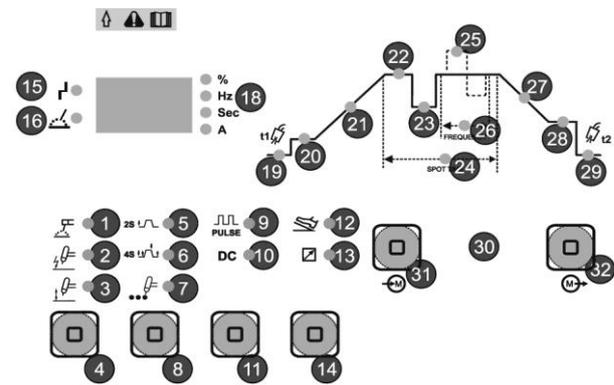

Bild 1
- Den Anschluß vertauschen (Pos.1 - Bild 1.).
Wenn man die Gleitungstaste 4 drückt und die Anzeigelampe aufs Symbol 1 - Bild 1.) bringt, kann man das Elektrode-Schweißverfahren auswählen.
Wenn man die Gleitungstaste 4 drückt - Bild 1.) und die Anzeigelampe aufs Symbol 2 bring - Bild 1.), kann man das Schweißverfahren TIG mit Hochfrequenzausgang auswählen. Drückt man die Stablampetaste, so entsteht eine elektrische Entladung und somit auch die Lichtbogenzündung.
Wenn man die Gleitungstaste 4 drückt - Bild 1.) und die Anzeigelampe aufs Symbol 3 bringt - Bild 1.) , kann man das Schweißverfahren TIG mit Liftausgang auswählen.
Wenn man die Gleitungstaste 8 drückt - Bild 1.), dann ordnet man die Anzeigelampe auf das Symbol 5 ein - Bild 1.). Man drückt die Stablampetaste, um den Schweißstrom einzuleiten. Man soll diese Taste die ganze Schweißdauer gedrückt halten.
Wenn man die Gleitungstaste 8 drückt - Bild 1.) dann ordnet man die Anzeigelampe auf das Symbol 6 ein - Bild 1.).
Wenn man die Gleitungstaste 8 drückt - Bild 1.), dann ordnet man die Anzeigelampe auf das Symbol 7 ein - Bild 1.). So hat man ein Taktpunktschweißen mit einstellbarer Zeitdauer. Siehe auch Punkt 24 - Heftschweißzeit (Spot time).
Um die pulsierte Funktion zu erhalten, soll man zuerst das Verfahren TIG (LIFT oder HF) auswählen und dann die Gleitungstaste 11 - Bild 1.) drücken, bis die Anzeigelampe auf dem Symbol 9 ist - Bild 1.). So pulsiert der Strom zwischen einem Höchstwert und einem Mindestwert, die einstellbar sind.
Um die Funktion TIG DC (TIG Gleichstrom) zu erhalten, soll man zuerst das Verfahren TIG (LIFT oder HF) , auswählen und dann die Gleitungstaste 11 - Bild 1.) drücken, bis die Anzeigelampe auf dem Symbol 10 ist - Bild 1.).
Wenn man die Gleitungstaste 14 - Bild 1.) drückt, bis die Anzeigelampe auf dem Symbol 12 ist - Bild 1.) befähigt man die Fernbedienung.
Wenn man die Gleitungstaste 14 - Bild 1.) so lange drückt, bis die Anzeigelampe auf dem Symbol 13 - Bild 1.) eingeordnet ist, sperrt man die Fernbedienung und es ist also nicht notwendig, die Fernbedienung vom Gerät zu trennen.
Bei einem vorausgesehenen Alarm schalten sich der Anzeiger 15 - Bild 1.) und gleichzeitig der Bildschirm 17 - Bild 1.) ein. Hier unten erwähnt man die möglichen Alarme, die entsprechenden Hinweise und die Vorgänge, um den Generator wieder instandzusetzen:
Symbole: sie zeigen das auf dem Bildschirm visualisierte Größetyp an. (Duty cycle, Frequenz, Zeit, Ampere) 18 - Bild 1.).
Drückt man mindestens eine Sekunde lang entweder die Gleitungstaste 31 oder die Gleitungstaste 32 - Bild 1.) die mit den folgenden Symbolen dargestellt sind kann man die Schweißwerte auswählen, die man ändern möchte:
Zu beachten: während der Einstellung jedes einzelnen Kennwertes beleuchtet sich die entsprechende Anzeigelampe und der Bildschirm 17 - Bild 1.) sowie die Led 18 - Bild 1.) zeigen beziehungsweise den Wert und die Maßeinheit des veränderten Kennwertes.
Durch die Gleitungstasten 31 und 32 ordnet man die Anzeigelampe in die Stelle 19 - Bild 1.) ein. Drückt man den Drehknopf 30, dann stellt man die Sekundendauer der Beginn gasströmung ein. Wertebereich zwischen 0,2 Sek. und 5 S.
Durch die Gleitungstasten 31 und 32 ordnet man die Anzeigelampe in die Stelle 20 - Bild 1.) ein. Drückt man den Drehknopf 30, dann stellt man den Wert des Anfangsstroms ein. Wertebereich zwischen einer Minute und einem Nennschweiß.
Durch die Gleitungstasten 31 und 32 ordnet man die Anzeigelampe in die Stelle 21 - Bild 1.) ; ein. Wenn man den Drehknopf 30 drückt, stellt man die gewünschte Zeit ein, um den Nennschweißstrom nach Art TIG zu erreichen. Wertebereich zwischen 0 Sek. und 10 Sek.
Durch die Gleitungstasten 31 und 32 ordnet man die Anzeigelampe in die Stelle 22 - Bild 1.) ein. Wenn man den Drehknopf 30 drückt, stellt man den Nennschweißstrom wert nach allen möglichen Arten ein. Wertebereich zwischen 5 A und 220 A nach Elektrode-Art, 5A und 220A.
Durch die Gleitungstasten 31 und 32 ordnet man die Anzeigelampe in die Stelle 23 - Bild 1.) ein. Wenn man den Drehknopf 30 drückt, stellt man den Schwachstromswert nach Art TIG DC Vier-Zeiten ein. Handelt es sich um Art TIG pulsiert (Zwei/Zeiten und Vier/Zeiten) dann stellt man den Kreisfrequenzbasisstrom ein. Wertebereich zwischen den Nennschweißstrom und dem 10% desselben Wertes.
Durch die Gleitungstasten 31 und 32 ordnet man die Anzeigelampe auf das Symbol 24 - Bild 1.) ein. Wenn man den Drehknopf 30 drückt, stellt man die Sekundendauer des Heftschweißimpulses ein. Wertebereich zwischen 0,1 Sek. und 10 Sek.
Durch die Gleitungstasten 31 und 32 ordnet man die Anzeigelampe auf das Symbol 25 - Bild 1.) ; ein. Wenn man den Drehknopf 30 drückt, stellt man die Abgleichung der verschiedenen TIG-pulsierten-Wellenformen ein.